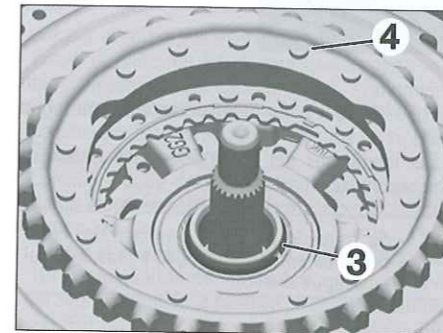

Fig. 3
- Desmontar el anillo de freno (3) del embrague (4) (Fig.3).